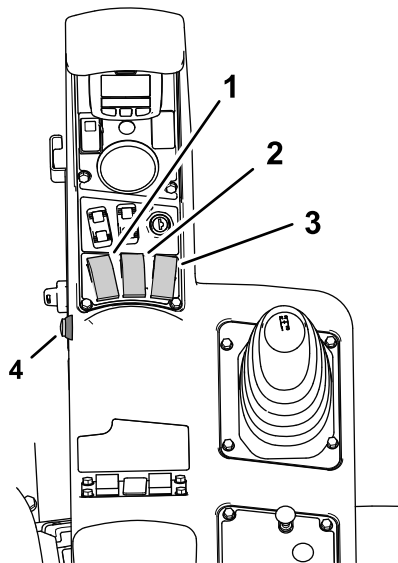
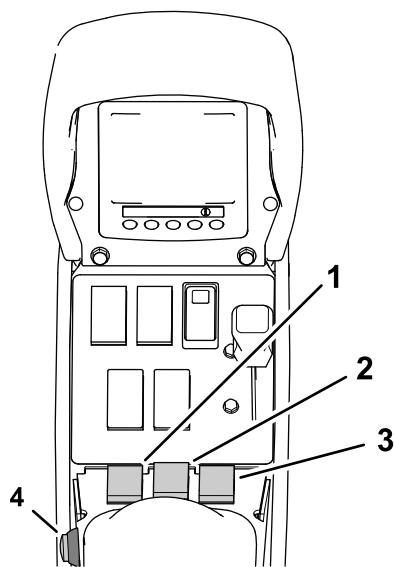

图 154
图 155
1. 将 3 个喷洒臂段开关位于机器控制台内设定至开启位置图 154 和图 155。
2. 按机器的主喷洒臂段开关图 154 或图 155。